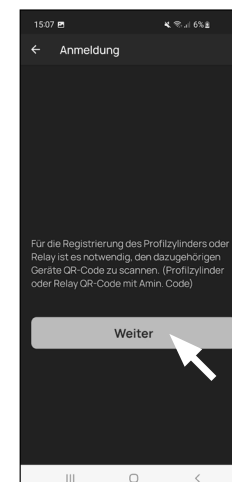

Fig. 4
- ④ Selezionare "Weiter" (Avanti) (Fig. 4). Potrebbe essere richiesto di confermare l'accesso dell'app alla fotocamera.